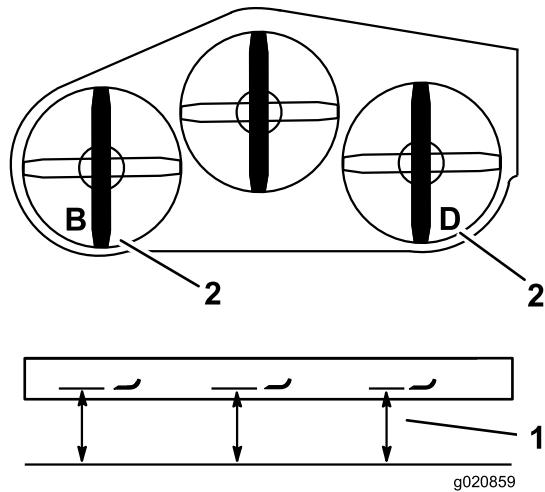

Figura 84
- Misurate la lama sinistra al punto **B** da una superficie piana fino al tagliente della punta della lama e annotate la misura rilevata (Figura 84).
- Misurate la lama destra al punto **D** da una superficie piana fino al tagliente della punta della lama e annotate la misura rilevata (Figura 84).
Nota: La differenza tra la misurazione eseguita al punto **B** non deve superare la misurazione al punto **D** di oltre 3 mm (Figura 84). In caso contrario eseguite la seguente operazione.